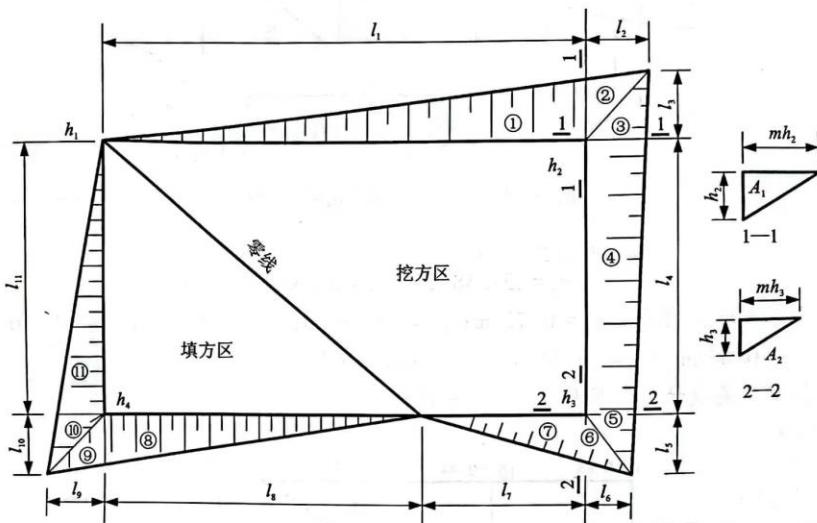

图 1-13 场地边坡平面图
三角棱锥体边坡体积(图 1-13 中的①), 计算公式如下:
三角棱柱体边坡体积(图 1-13 中的④), 计算公式如下: